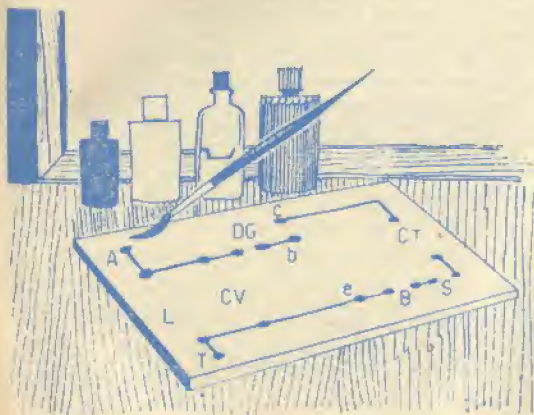

FIG. 2
Usando i pezzi più normali e reperibili, citati allo schema elettrico, le connessioni da farsi risulteranno simili a quelle di Fig. 2; a questo punto saremo in possesso dello « schema pratico » del ricevitore e bisognerà innanzi tutto riportarlo, dal foglio di carta su cui lo abbiamo disegnato, sul laminato plastico.
*Ora dovremo saldare al proprio posto i pezzi seguendo la fig. 2.*